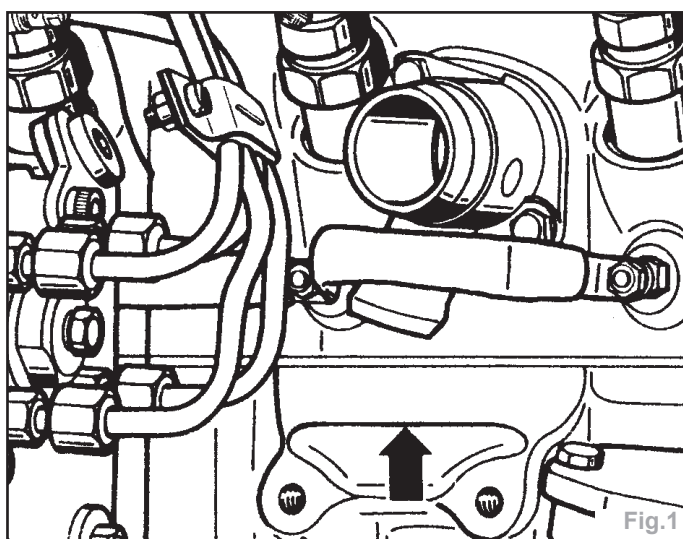

Fig.1
- Le numéro de moteur (lettre repères moteur et numéro d'ordre) se trouve sur le bloc-cylindres entre la pompe à injection et la pompe à vide (Fig.1).